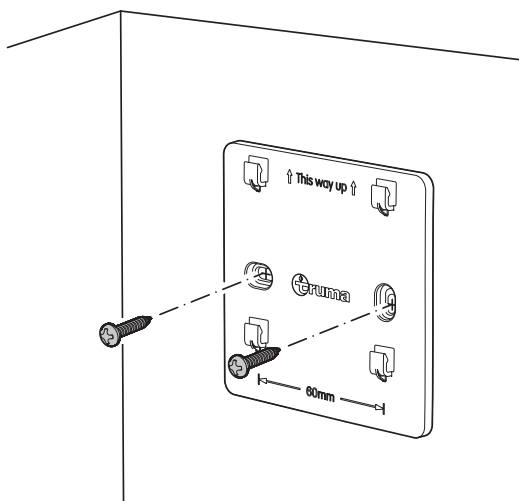

Figura 17
- Per fissare la piastra di montaggio, avvitare entrambe le viti per legno a testa tonda nella parete con un cacciavite a croce (Figura 17).